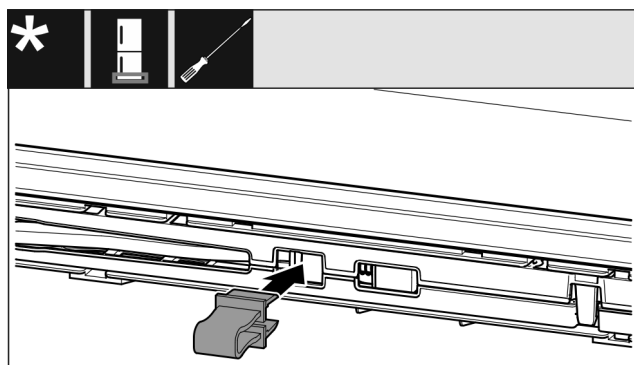

Fig. 15
- ▶ Pattintsa be a biztosítékot a nyílásba. (lásd Fig. 15)